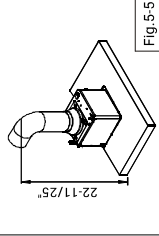

Fig. 5-5
8. Lorsque la sortie du conduit d'échappement est située sur le mur derrière la hotte, la distance entre le centre de la sortie et le bas de la hotte doit être supérieure à 22-11/25 pouces. (Fig. 5-5)